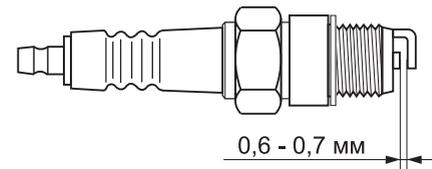

Рисунок 9 — Необходимый зазор в свече зажигания
- Снимите наконечник с высоковольтным проводом, тем самым откроется доступ к свече зажигания (см. рис. 9).